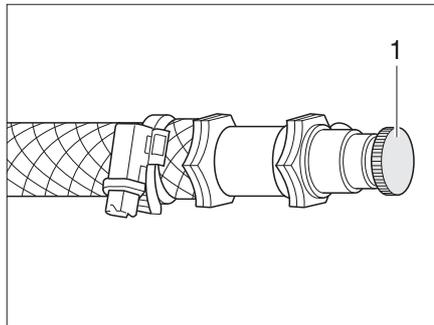

Fig. 155 Válvula de purga de la calefacción de agua caliente
- Abrir la válvula de purga (Fig. 155,1) y dejarla abierta hasta que deje de salir aire.